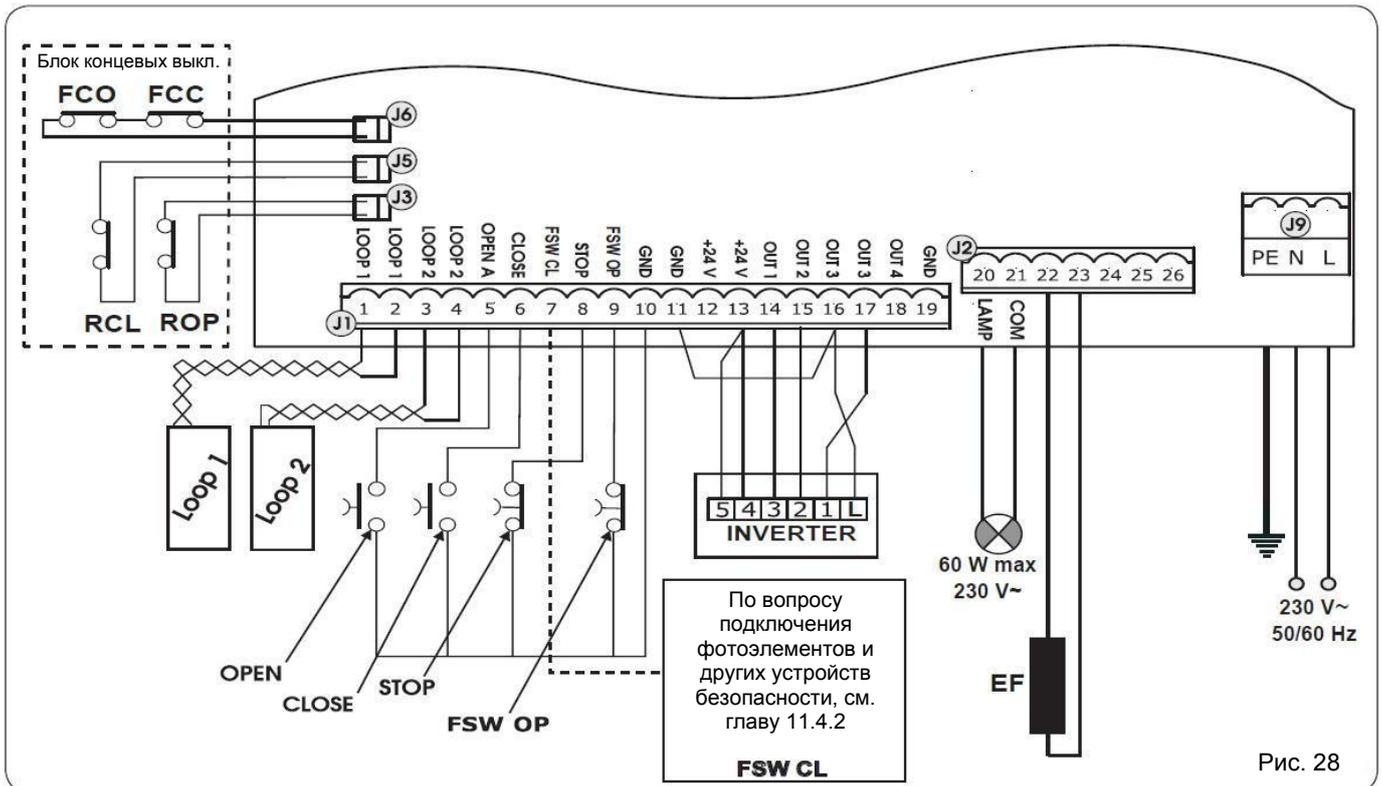

Рис. 28
- Подключите земляной кабель к соответствующему контакту разъёма J9 платы управления (см. рис. 28).
11.4.1 РАЗЪЁМ J1 – АКССУАРЫ (РИС.28)
Во избежание нарушения правильной работы системы, не превышайте параметры по потреблению, указанные на рис. 28.
11.4.4 РАЗЪЁМ J2 – СИГНАЛЬНАЯ ЛАМПА (РИС.28)
11.4.6 РАЗЪЁМЫ J3, J5 – КОНЦЕВЫЕ ВЫКЛЮЧАТЕЛИ ROP и RCL (РИС.28)